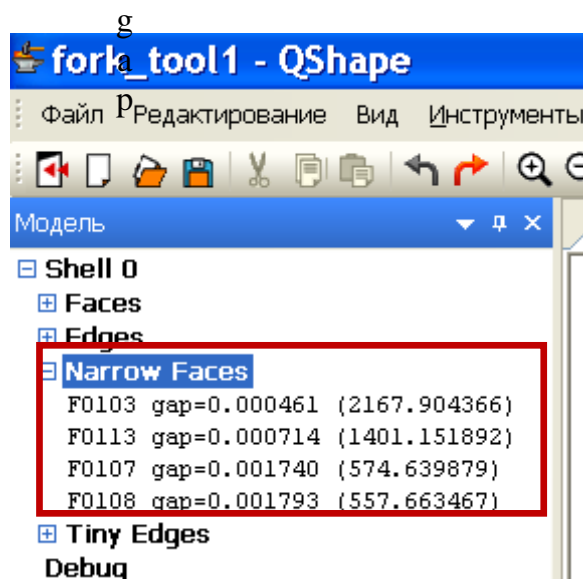

Рисунок 5 –Окно пункта Диагностика
4) Нажмите на пункт Диагностика (рис. 5). Теперь в окне Модель появились два новых списка Narrow Faces (узкие поверхности) и Tiny Edges (малыеребра).